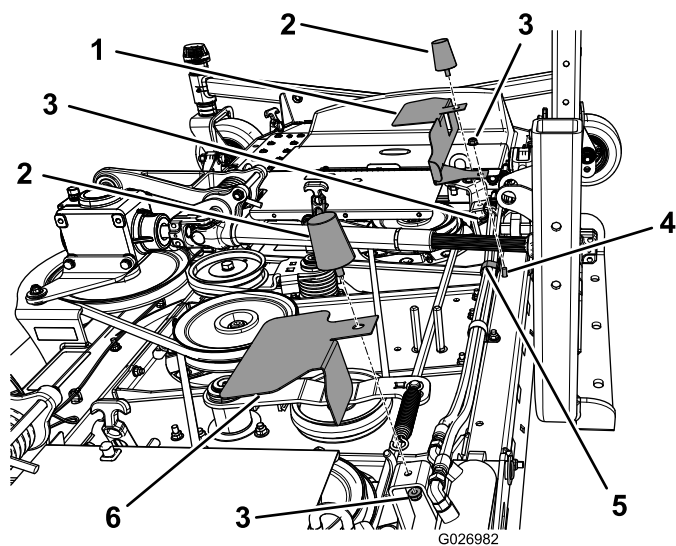
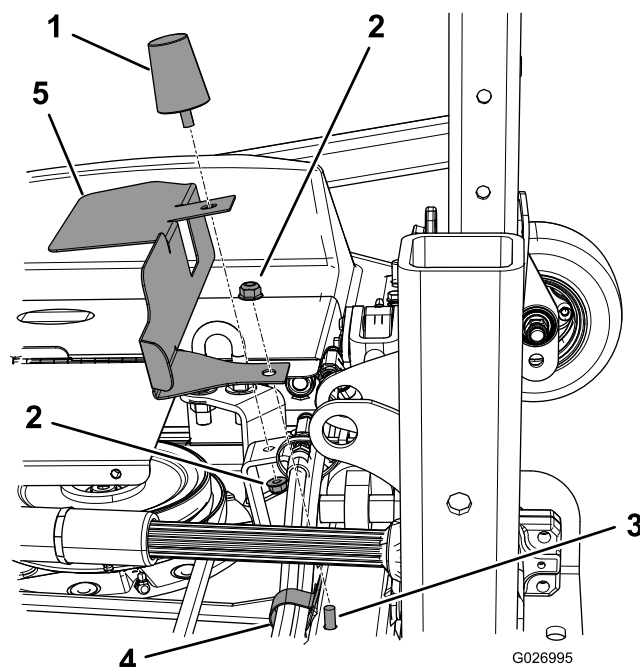

Figura 4
Figura 5
1. Retire os pára-choques esquerdo e direito (Figura 4).
3. Instale os resguardos como se mostra em Figura 4 e Figura 5.